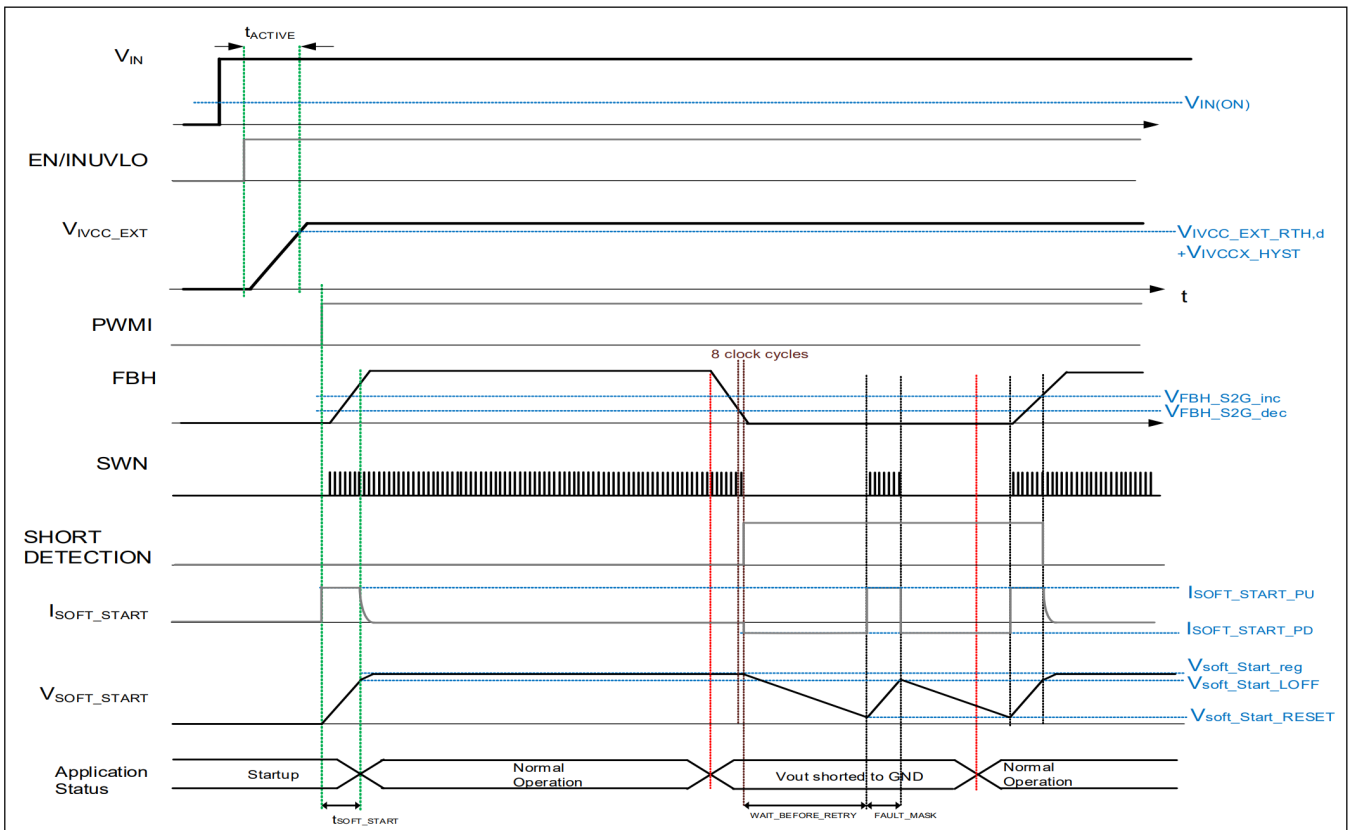

图 8 FBH 引脚检测到接地短路时的软启动时序图
- 故障管理：故障屏蔽和重试前等待时间（图 8 和第 10.2 章）